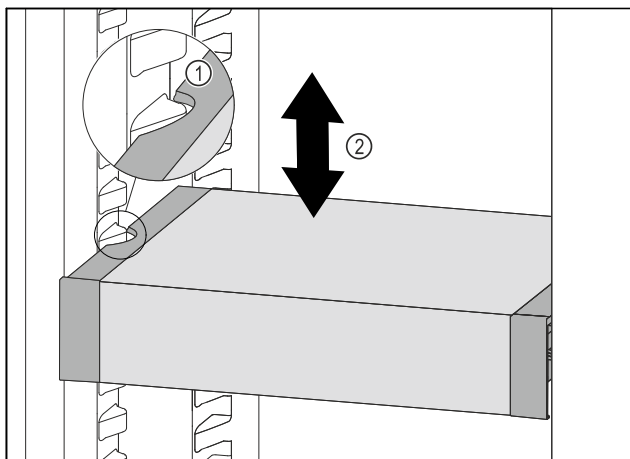

Fig. 88
- Táhněte VarioSafe dopředu, dokud nebudou boční vybrání VarioSafe na úrovni žebrování na nádoby v chladničce. Fig. 88 (1)
- Posouvejte VarioSafe v chladničce nahoru nebo dolů, dokud nedosáhnete požadované výšky. Fig. 88 (2)